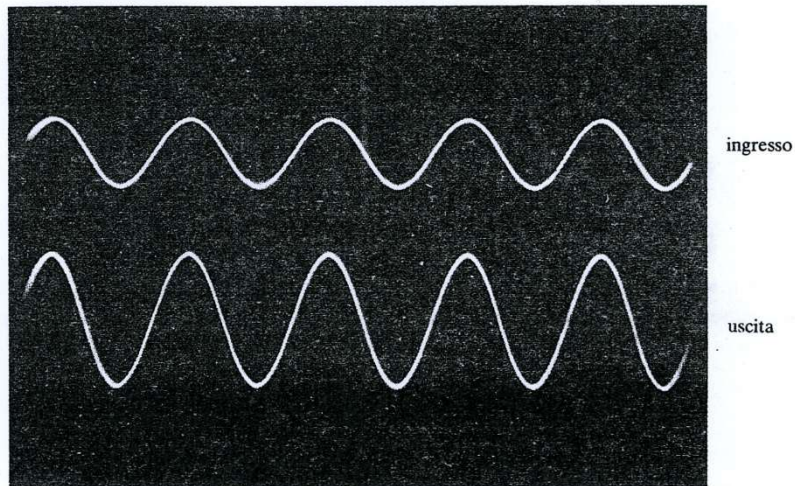

FIGURA 4
- Notare che il segnale di uscita è *più ampio* di quello all'ingresso, come mostra la figura 4. I segnali sono detti *in fase* tra loro, perché il segnale di uscita diviene positivo esattamente quando lo diviene il segnale di ingresso.